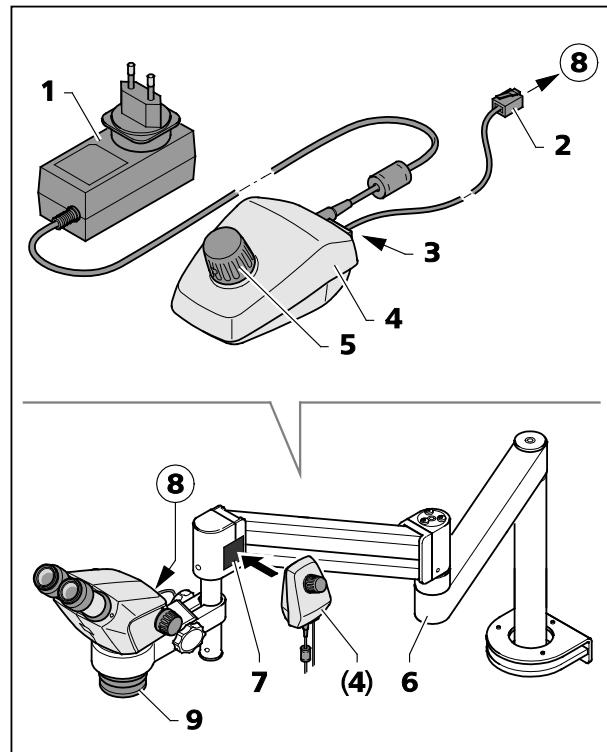

Fig. 24 Controllore K LED
Il controllore K (Fig. 24/4) serve al comando dell'illuminatore verticale del corpo di microscopio Stemi 305 o della lampada anulare nel caso di applicazioni con gli stativi a sbalzo B o U o altri stativi.
- Avvitare il sistema addizionale 0,5x/185 mm (Fig. 24/9) al corpo di microscopio.
- Utilizzandosi la lampada anulare, adattarla con l'aiuto dell'adattatore consegnato (diametro interno 58 mm, esterno 66 mm) al sistema addizionale (Fig. 24/9).
- Fissare la piastra magnetica (Fig. 24/7) con il lato adesivo sullo stativo a braccio girevole.
- Inserire il cavo di allacciamento consegnato (lungo 1 m) (Fig. 24/2) nella presa (Fig. 24/8) disposta sul corpo di microscopio o sulla lampada anulare, e nella presa (Fig. 24/3) situata sul lato posteriore del controllore K (Fig. 24/4).
- Attaccare il controllore K (Fig. 24/4) alla piastra magnetica (Fig. 24/7).
- Collegare il controllore K tramite l'alimentatore (Fig. 24/1) alla rete elettrica.
- Orientare lo stativo a braccio girevole (Fig. 24/6) di modo che risulti una postura di lavoro ergonomica.
- Accendere l'illuminatore verticale (o la lampada anulare), premendo la manopola (Fig. 24/5) disposta sul controllore K, e regolare l'intensità luminosa girando la manopola.